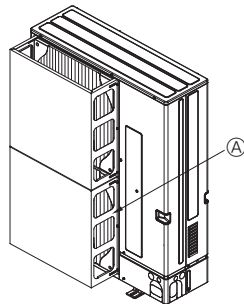

Fig. 2-4
- ② Installeer een optionele luchtgeleider als het apparaat wordt geïnstalleerd op een plaats waar krachtige windstoten bij storm etc. rechtstreeks de luchtuitlaat kunnen binnendringen. (Fig. 2-4)